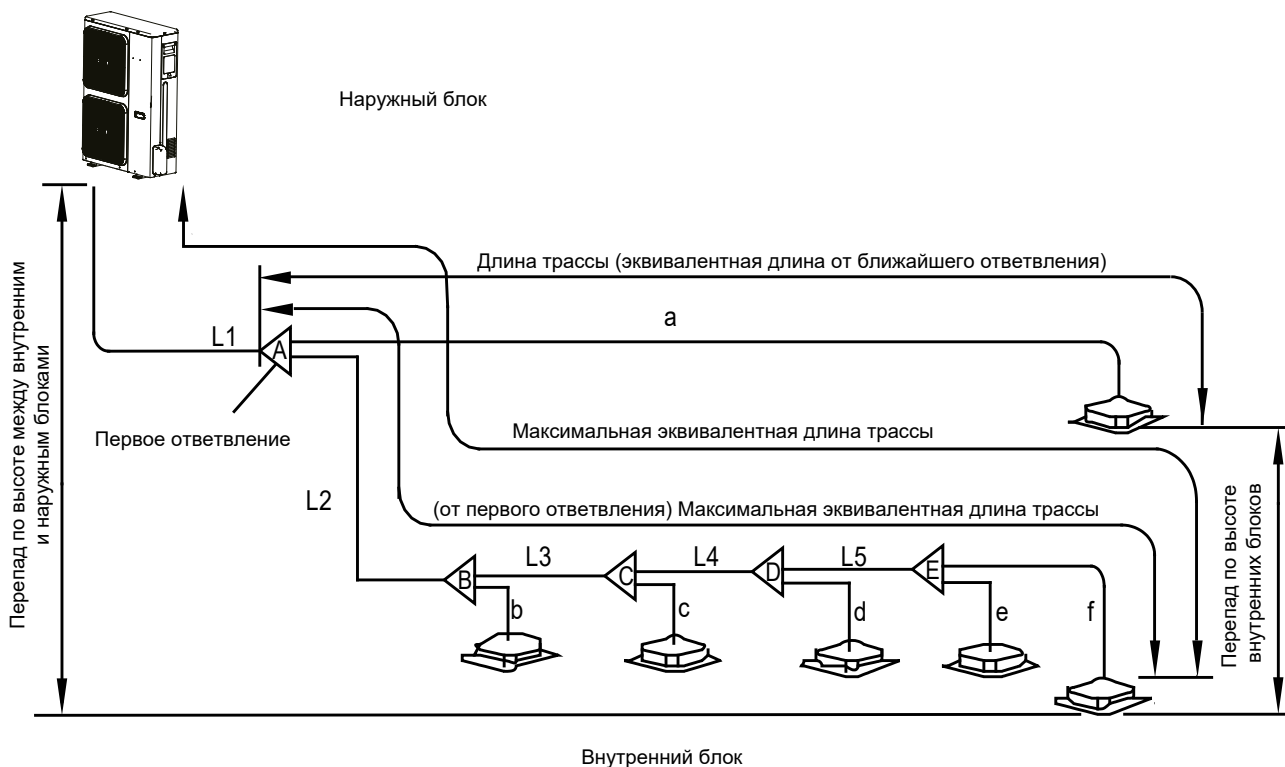

Рис.4-6
- Основная трасса (см. рис. 4-6 и таблицу 4-4)
- На Рис. 4-6 показана основная трасса L1, и мощность наружного блока составляет 28 кВт. Также по Рис. 4-6 диаметр трассы жидкого/газообразного хладагента составляет 22,2/9,5, а общая эквивалентная длина трассы жидкого/газообразного хладагента составляет >90 м. Далее по таблице 4-4 получаем диаметр трассы жидкого/газообразного хладагента 25,4/12,7, и в соответствии с принципом максимального значения следует использовать трубку диаметром 25.4/12.7.